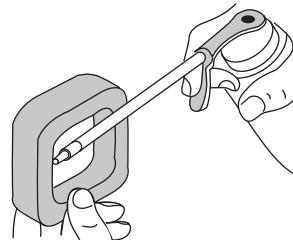

Fig. 28
- Aplice suficiente aceite limpio de motor SAE 30 para recubrir ligeramente el filtro (Fig. 28).